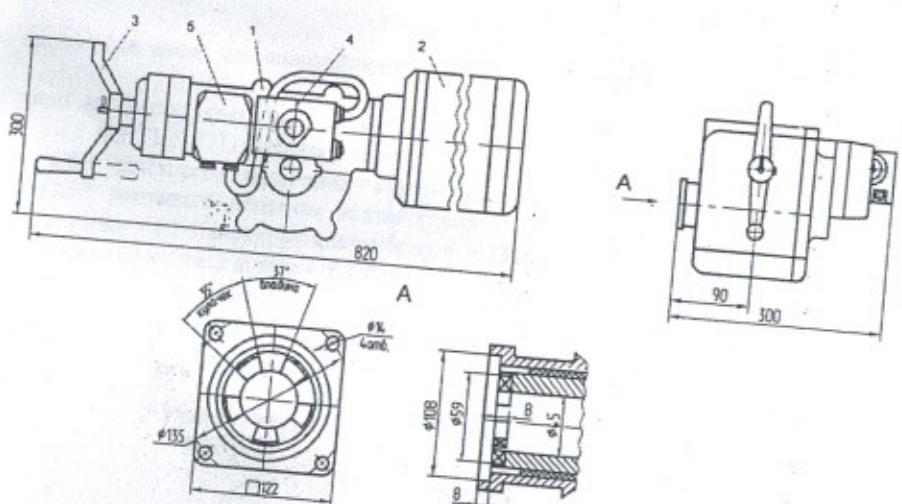

Рис.1 Габаритные и присоединительные размеры привода
2.3. Габаритные и присоединительные размеры привода приведены на рис.1. Присоединение приводного вала под соединение со шпинделем арматуры – кулачковое.
3.1. В состав привода (рис. 1) входит червячный редуктор с муфтой крутящего момента 1; электродвигатель 2; ручной дублер 3; блок моментных выключателей 5 и коробка путевых выключателей 4, соединенных между собой электромонтажным жгутом в гибком шланге.